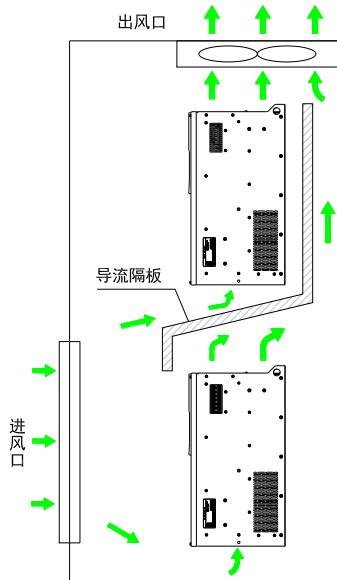

图 3-4 上下排安装要求
- 垂直向上安装变频器,便于热量向上散发。若柜内有多台变频器时,请并排安装。在需上下安装的场合,请参考图 3-4, 安装隔热导流板;